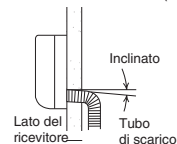

Fig. 3-69
- (a) Il tubo flessibile di scarico deve avere una leggera angolazione in basso e verso l'esterno. (Fig. 3-69)